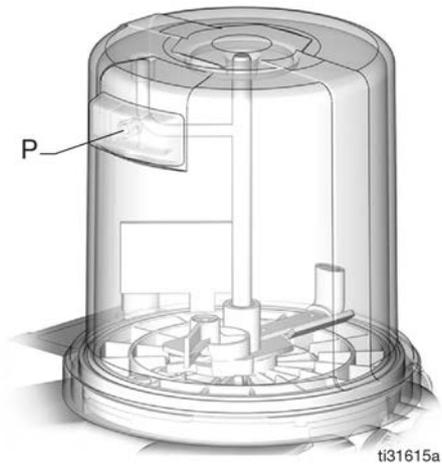

FIG. 28
NOTA: El orificio respiradero del depósito (P), ubicado en la parte trasera del mismo, no debería utilizarse como puerto/indicador de llenado excesivo (FIG. 28).